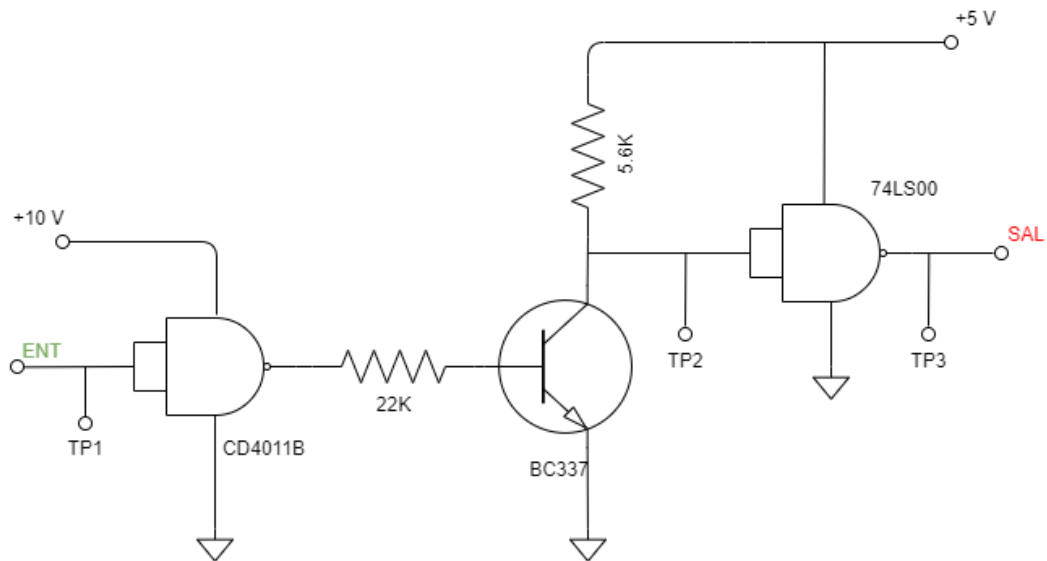

Figura 1-4. Circuito de medición 4
- 4.4 Arme el circuito mostrado en la Figura 1-4 en Multisim, excite la entrada con un 0 y 1 lógico (10V). Mida la tensión en los puntos indicados según la Tabla 1-4.